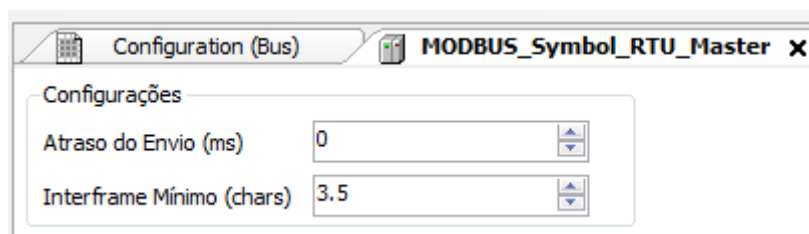

Figura 49: Tela de Configuração Parâmetros Gerais MODBUS RTU Mestre
- Configurar os parâmetros gerais do protocolo MODBUS Mestre, como: tempos de atraso de envio e interframe mínimo como na Figura 49.